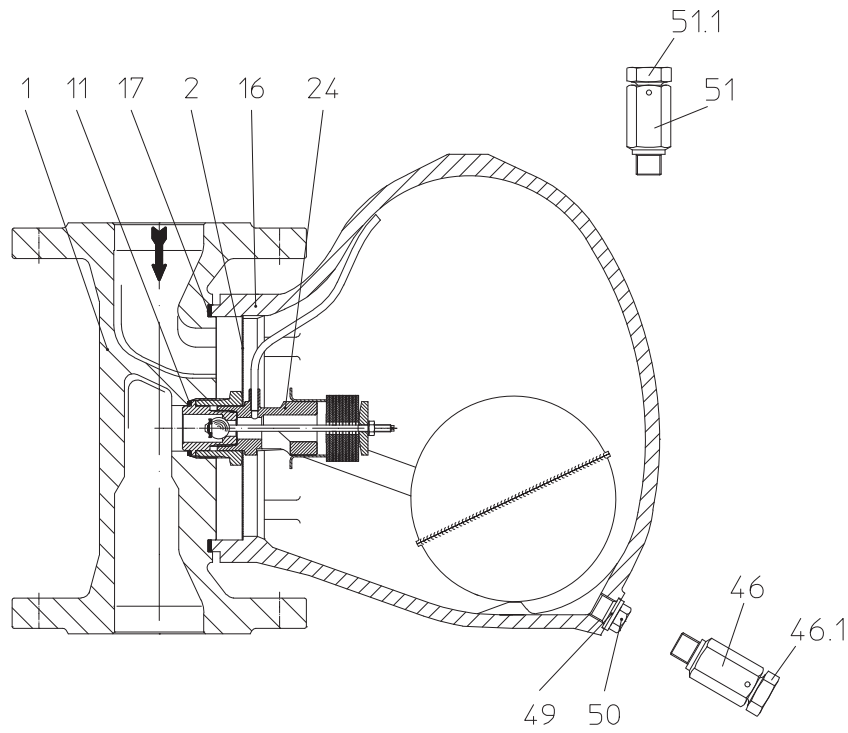
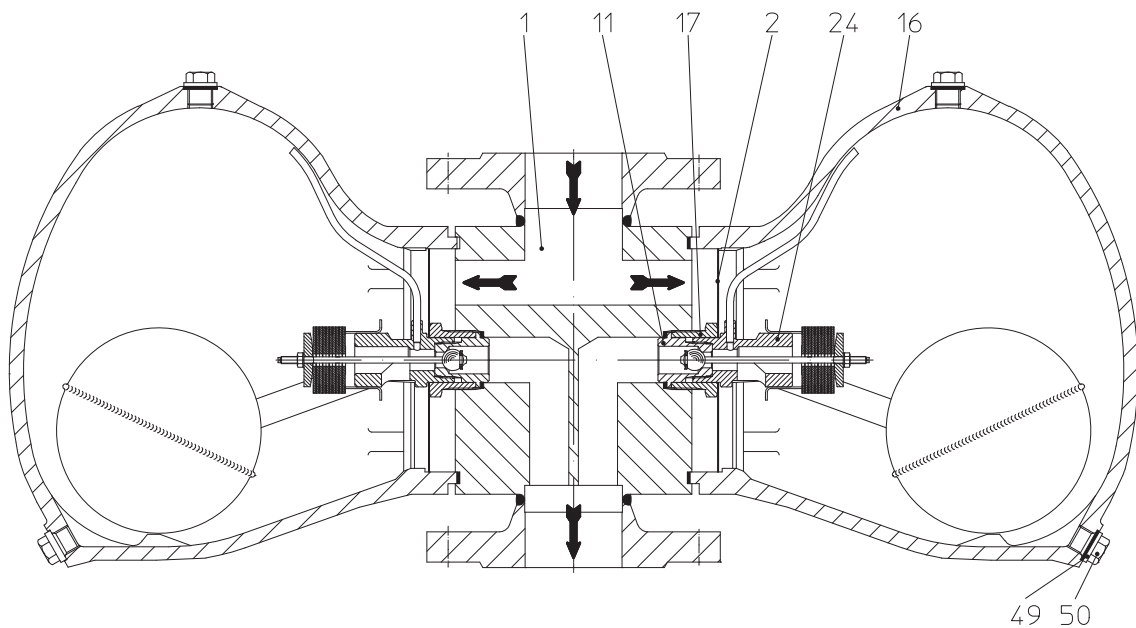
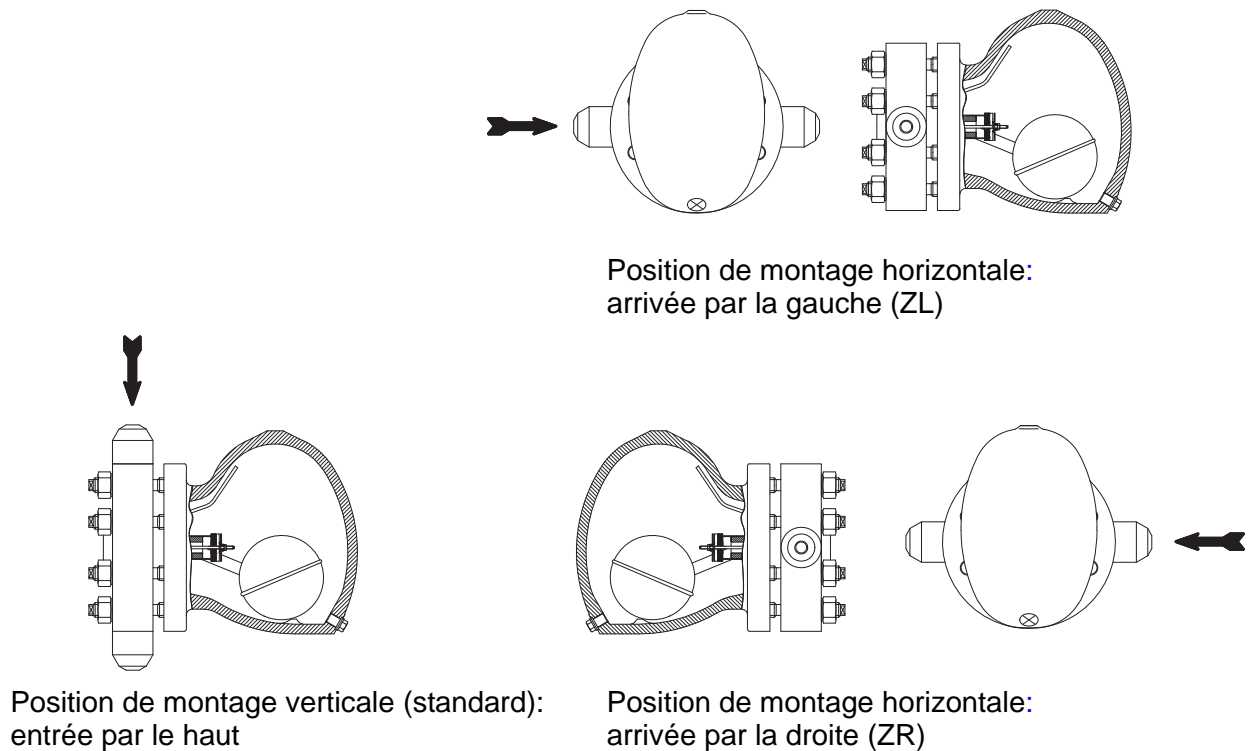
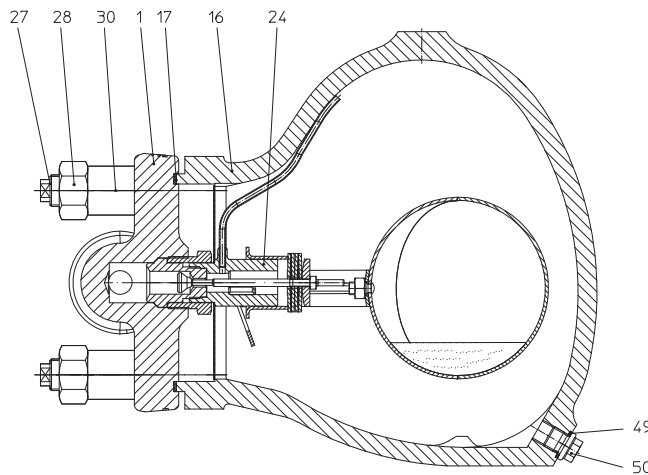

Fig. 1: CONA®S - série 631 PN16-40 DN15-50
Fig. 5: CONA®S - série 639 PN16-40 DN50-100
Fig. 6
Fig. 7a: CONA®S - série 631 PN63
*Remplacer la bague d'étanchéité (pos. 49) si nécessaire.*
- *(voir Fig. 1 page 4 - Fig. 5 page 6)*
(voir Fig. 6 page 9 et Fig. 7a et b page 11)
(voir Fig. 1 page 4- Fig. 5 page 6 et Fig. 7a et b page 11)